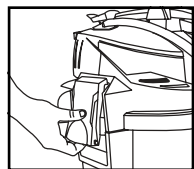

FIGURA 15
16. Vuelva a colocar la tapa del depósito. Eleve los sujetadores y colóquelos en las ranuras sobre la cubierta como se muestra en la **FIGURA 15**. Presione sobre la parte inferior de los sujetadores para trabar en su lugar.